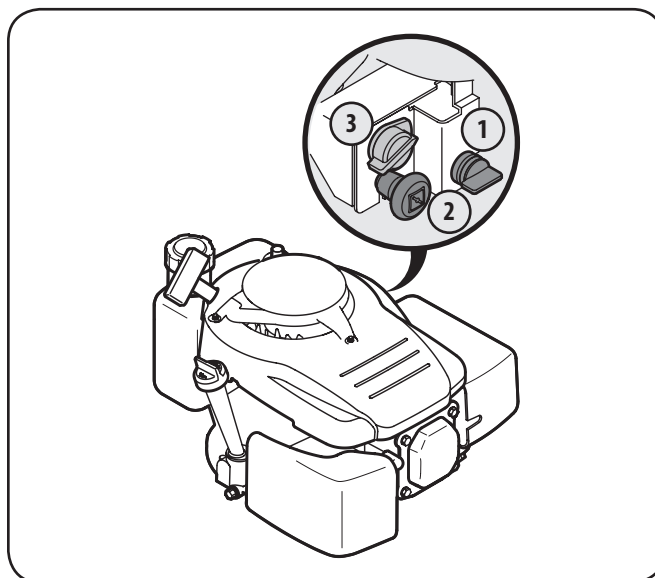

Figura 5-3
1. Si lo tiene, a su vez de la válvula de combustible ubicado en el motor. Véa la Figura 5-3.
2. Tire de la perilla del cebador ubicada en el motor. Vea el recuadro de la Figura 5-3.
4. Tire suavemente de la empuñadura del arranque hasta sentir la resistencia, luego tire rápidamente para reducir la compresión, impedir la tensión de retroceso y arrancar el motor. Vea la Figura 5-3. Si el motor no arranca después de diez segundos de tirar repetidas veces, espere unos minutos antes de repetir.